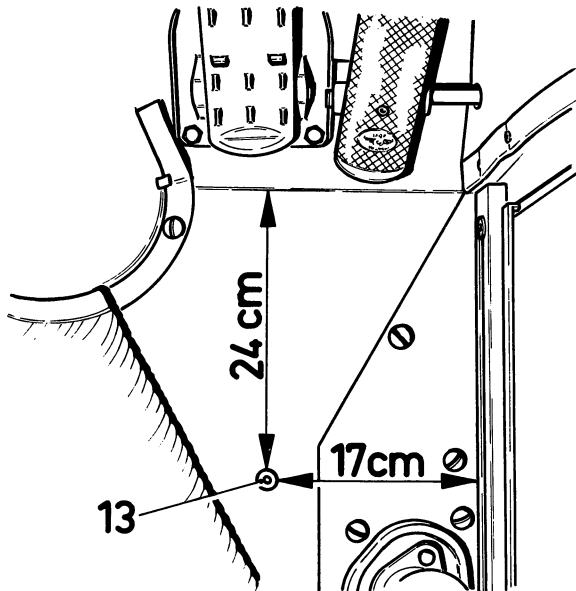

Fig. 4.
1. Sla aan de chauffeurszijde de rubber vloermat opzij. Boor een gat 13 (Ø 12 mm) op een afstand van ± 24 cm van de vouw in de vloerplaat en op een afstand van ± 17 cm van de motortunnel (fig. 4).
1. Retrousser la carquette côté conducteur. Forer le trou 13 (Ø 12 mm) à environ 24 cm du pli dans le sol, et à une distance de 17 cm environ du tunnel du moteur (fig. 4).